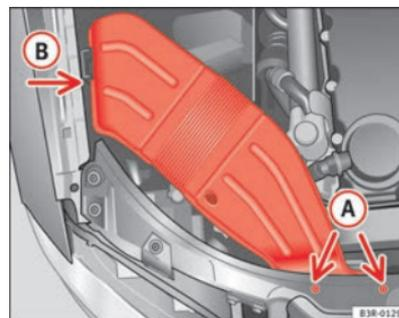

Fig. 200 Conduit d'air, côté droit du véhicule
- Dévissez les vis **A** ⇒ fig. 200.